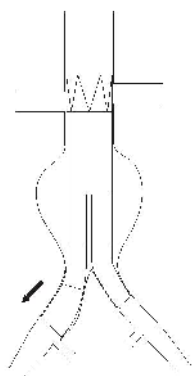

Рис. 14. Развертывание стент-графта с манжетой Cuff в длинной ветви стент-графта AAA
- Выполнить развертывание стент-графта с манжетой Cuff с использованием мониторинга, и извлечь систему доставки и проводник (Рис. 14).